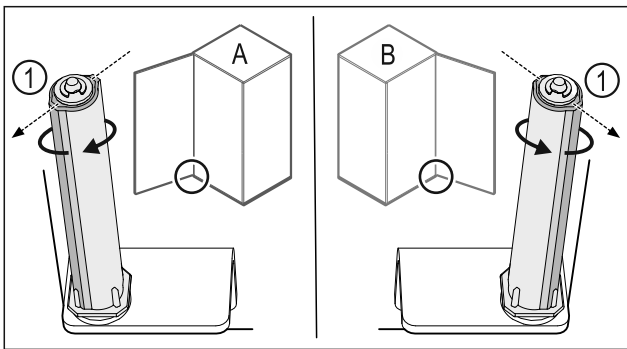

Fig. 55 左门挡(A) / 右门挡(B)
- ▶ 克服阻力转动关门系统，直至关门系统 Fig. 55 (1) 的连接片朝外。